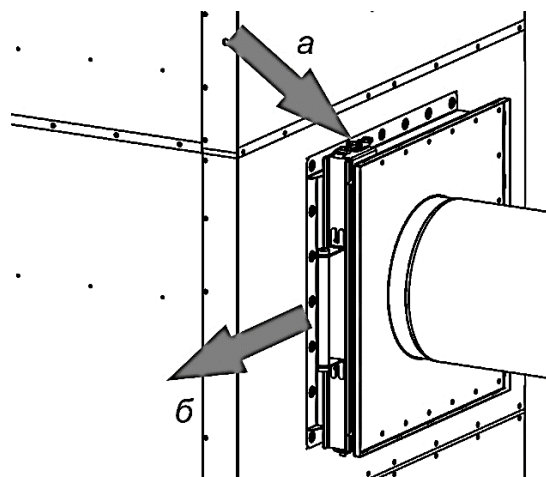

Рисунок 18
- 2) разжать замки-защёлки на корпусе префильтра (рисунок 18а);
- 3) извлечь картридж префильтра (рисунок 18б);